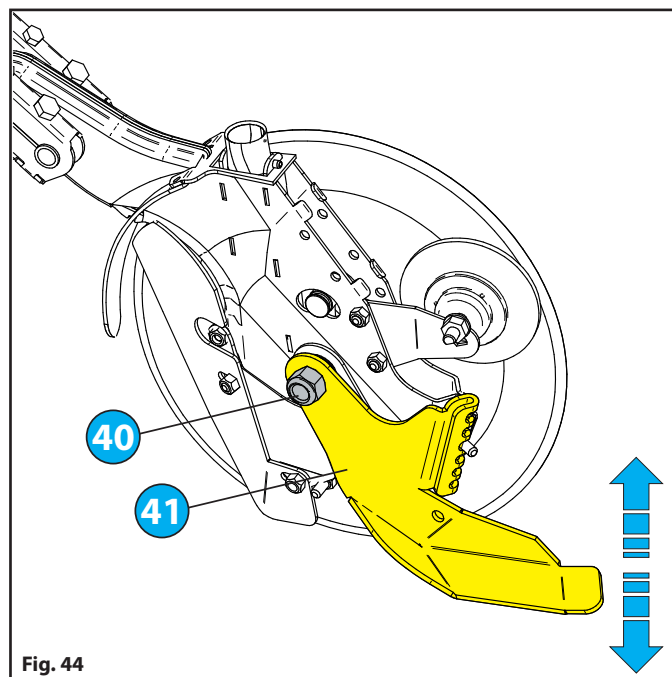

Fig. 44
- Dokręcić nakrętkę **40** "Fig. 44".